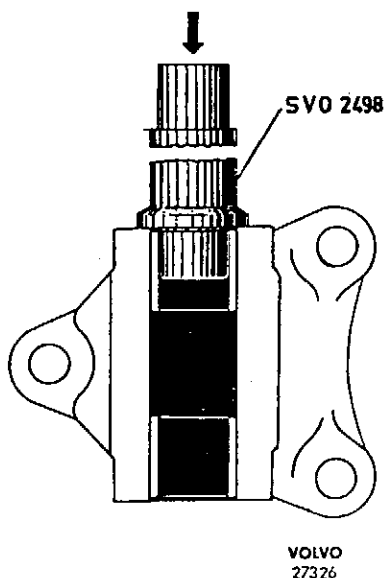

Abb. 64 Einbau der Lagerbuchse
- versenkt, s. Abb. 64. Die Buchsen sind mit der Reibahle 4153 auszureiben und anschließend sorgfältig von Metallspänen zu reinigen.